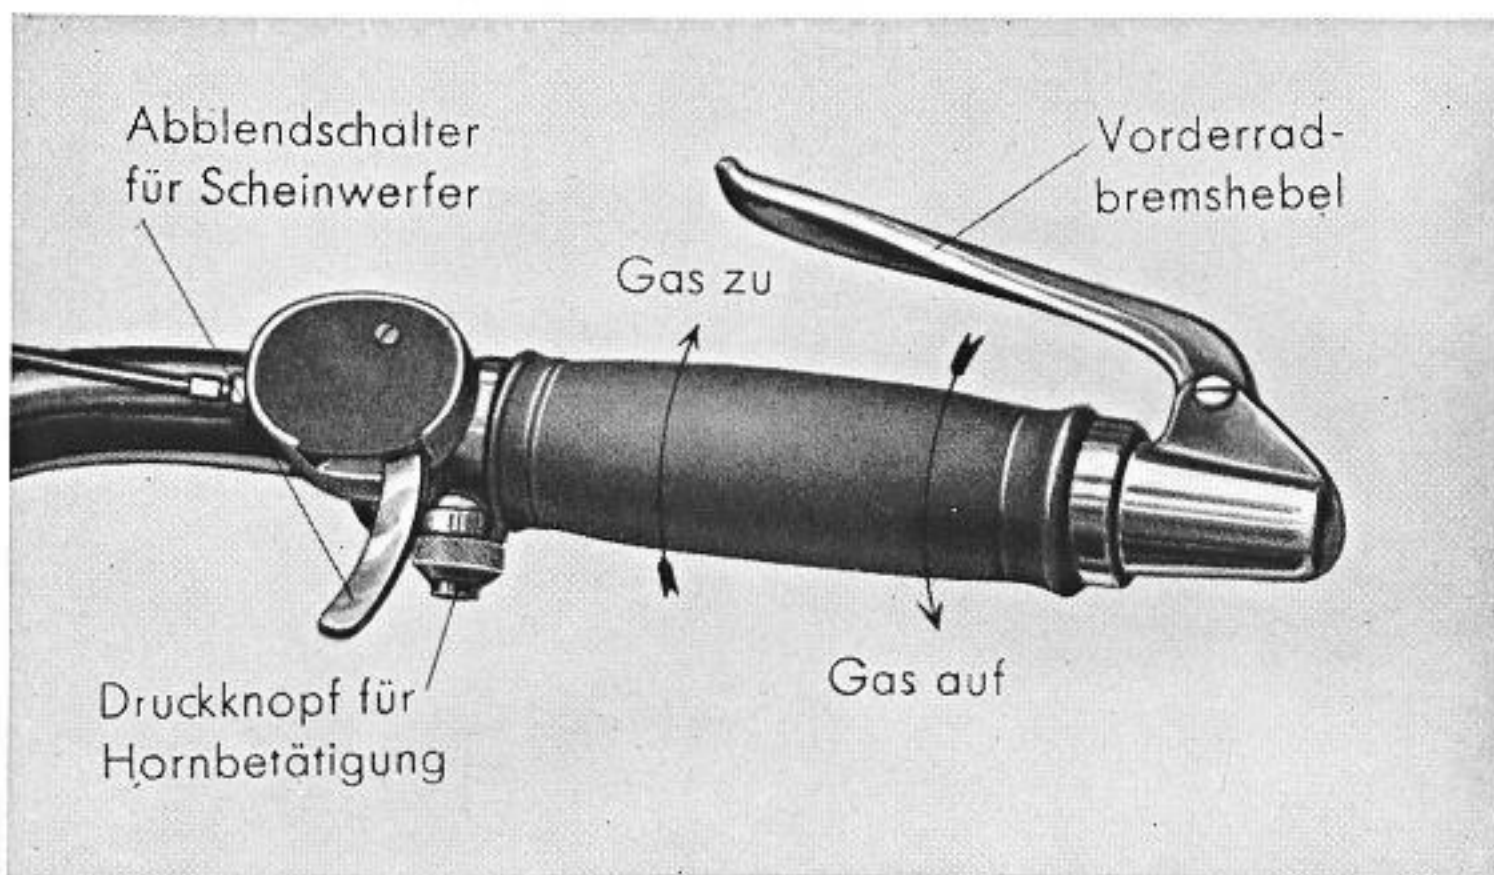

Abb. 5 Rechtes Lenkerende (Gasdrehgriff)
a) **Gasdrehgriff:** Der Drehgriff, der durch Bowdenkabel den bzw. die Gasschieber der beiden Vergaser betätigt, öffnet durch Linksdrehung, also nach rückwärts und schließt durch Rechtsdrehung nach vorwärts. (Abb. 5.)